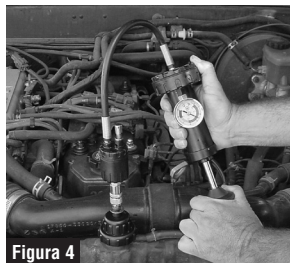

Figura 4
4. Revise la información de servicio del vehículo y la tapa del radiador para determinar la presión correcta del sistema. Accione el mango del probador de presión hasta que la aguja en el manómetro indique la presión nominal del sistema. Consulte la Figura 4.